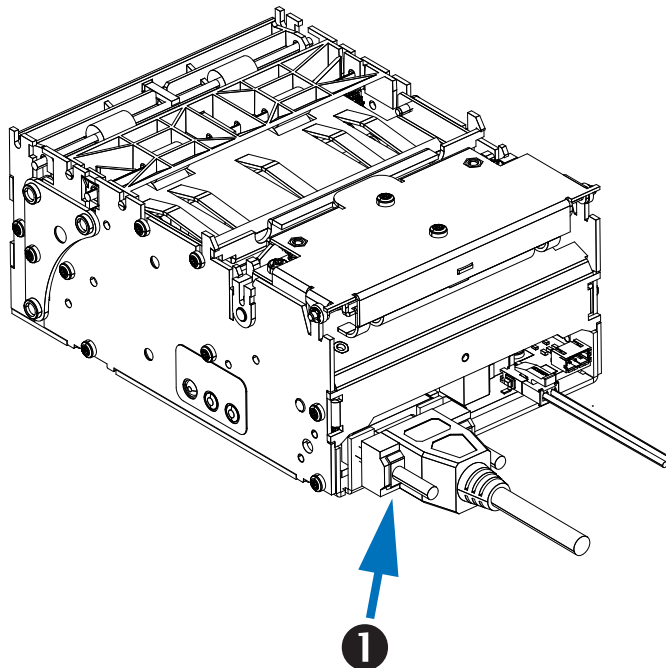

Figura 4-4 • Conexão serial
Consulte a Figura 4-4. O cabo necessário deve ter um conector macho do tipo “D” de nove pinos (DB-9P) em uma extremidade, que é conectada à porta serial conjugada (DB-9S), localizada na parte posterior da impressora ❶. A outra extremidade do cabo da interface de sinal se conecta a uma porta serial no computador host. Dependendo dos requisitos específicos da interface, provavelmente será um cabo de modem nulo (cruzado).